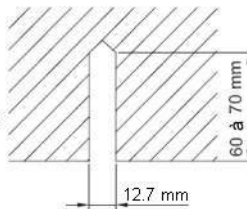

Fig.6
- (1). Installez les boulons au plafond à un endroit suffisamment résistant pour accrocher l'unité. Marquez l'emplacement des boulons grâce au gabarit. Avec une perceuse à béton, percez des trous de 12.7 mm (1/2") de diamètre. (Fig. 6)